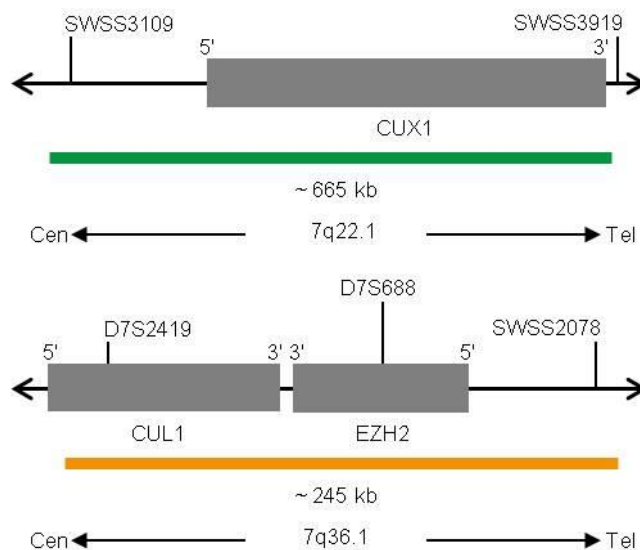

Fig. 1: Cima: SPEC CUX1 Mapa da sonda; Baixo: SPEC EZH2 Mapa da sonda (sem escala)
- Polinucleótidos (~10.0 ng/ μ l) com marcação ZyGreen (excitação 503 nm/emissão 528 nm), dirigidos ao mapeamento de sequências alvo em 7q22.1* (chr7:101,270,255-101,934,924) contendo o gene CUX1 (ver Fig. 1).
- Polinucleótidos (~4.5 ng/ μ l) com marcação ZyOrange (excitação 547 nm/emissão 572 nm), dirigidos ao mapeamento de sequências alvo em 7q36.1* (chr7:148,402,839-148,647,927) contendo o gene EZH2 (ver Fig. 1).